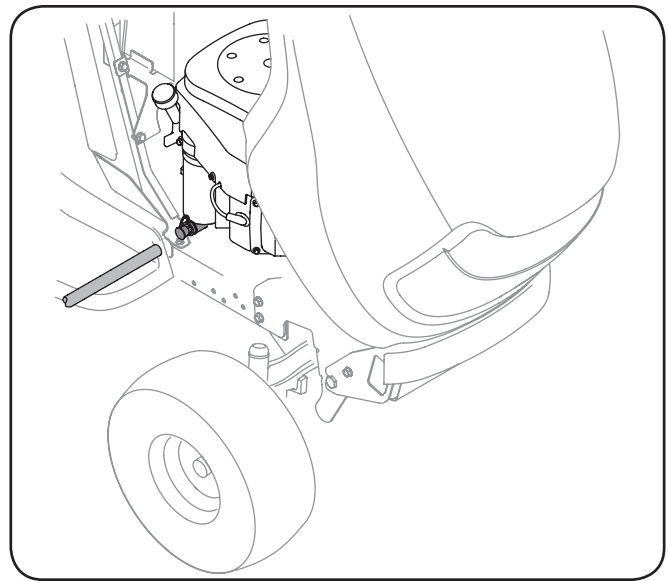

Figura 6-2
3. Abra el tapón protector en el extremo de la válvula de drenaje de aceite para dejar expuesto el orificio de drenaje. Vea la Figura 6-2.